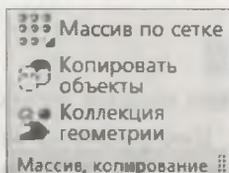

Рис. 18.12. Панель инструментов Массив, копирование
- Панель инструментов **Массив, Копирование** (рис. 18.12) — здесь сосредоточены кнопки команд создания массивов различных видов, копирование объектов и создание коллекции геометрии см. *уроке 26*;